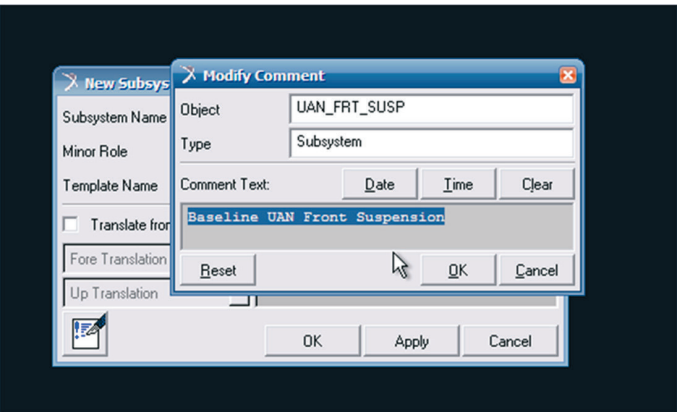

Figura 4.135 – Inserindo comentário no subsistema da suspensão.
- Para adicionar comentários sobre o subsistema a ser criado, selecione o ícone . A caixa de diálogo *Modify Comment* será aberta, conforme ilustrado na Figura 4.135, e o texto deverá ser inserido no campo *Comment Text*.